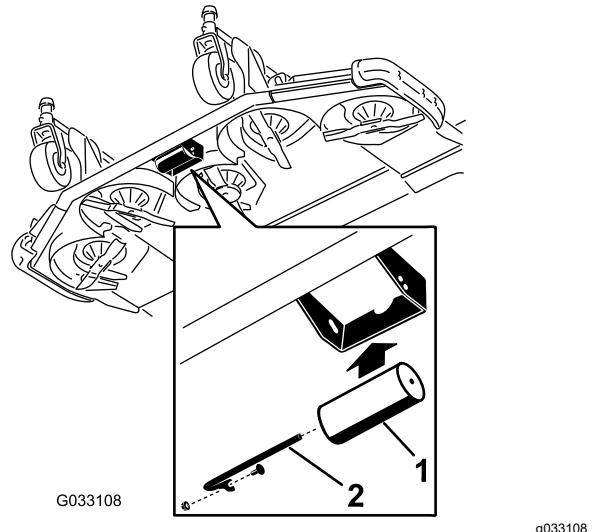

Figure 27
- Placez le galet en face des trous supérieurs et fixez l'axe avec la vis et l'écrou (Figure 27).